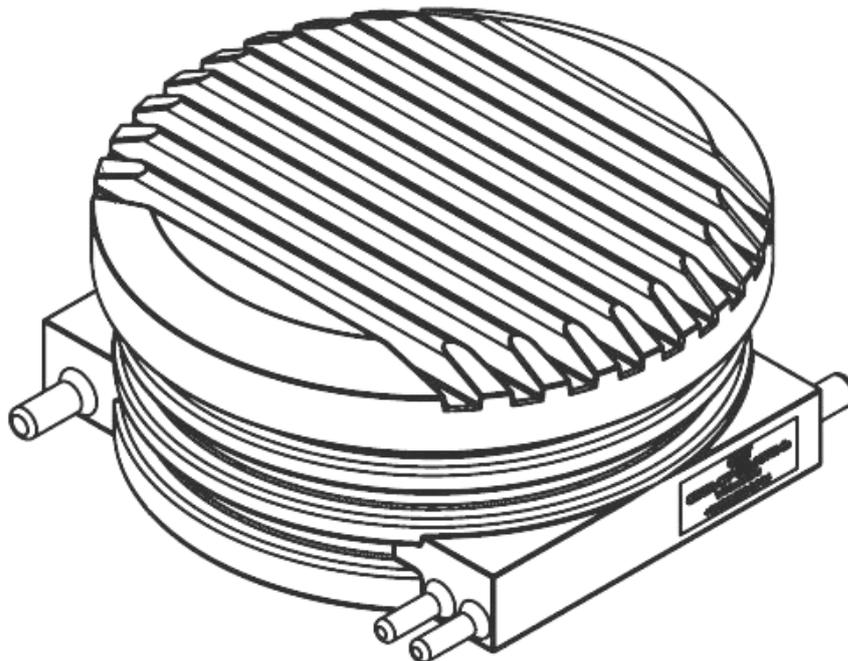

Рис. 1. Внешний вид камеры КОТ-2-ССД с установленной крышкой.
2.1. Камера оптическая трубопроводная КОТ-2-ССД изготавливается в соответствии с чертежом ГК-Э900.00.000 ПС. Состоит из двух элементов: корпуса камеры и крышки, которые изготавливаются методом ротационного формования из полиэтилена (HDPE). Внешний вид камеры оптической трубопроводной представлен на рис. 1.